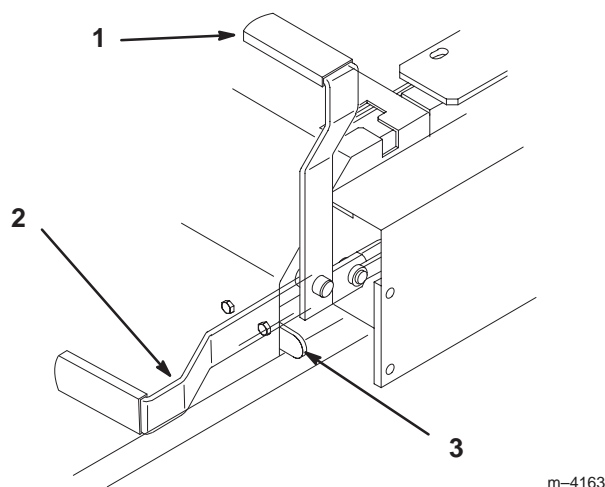

Figure 9
2. Tirez le frein de stationnement en arrière et vers le haut pour le serrer (Fig. 9). Une fois serré, le frein de stationnement ne doit plus bouger.
Poussez le levier du frein de stationnement vers l'avant et vers le bas (Fig. 9) afin de le desserrer. Le frein de stationnement est desserré et le levier est en appui contre la butée du frein.